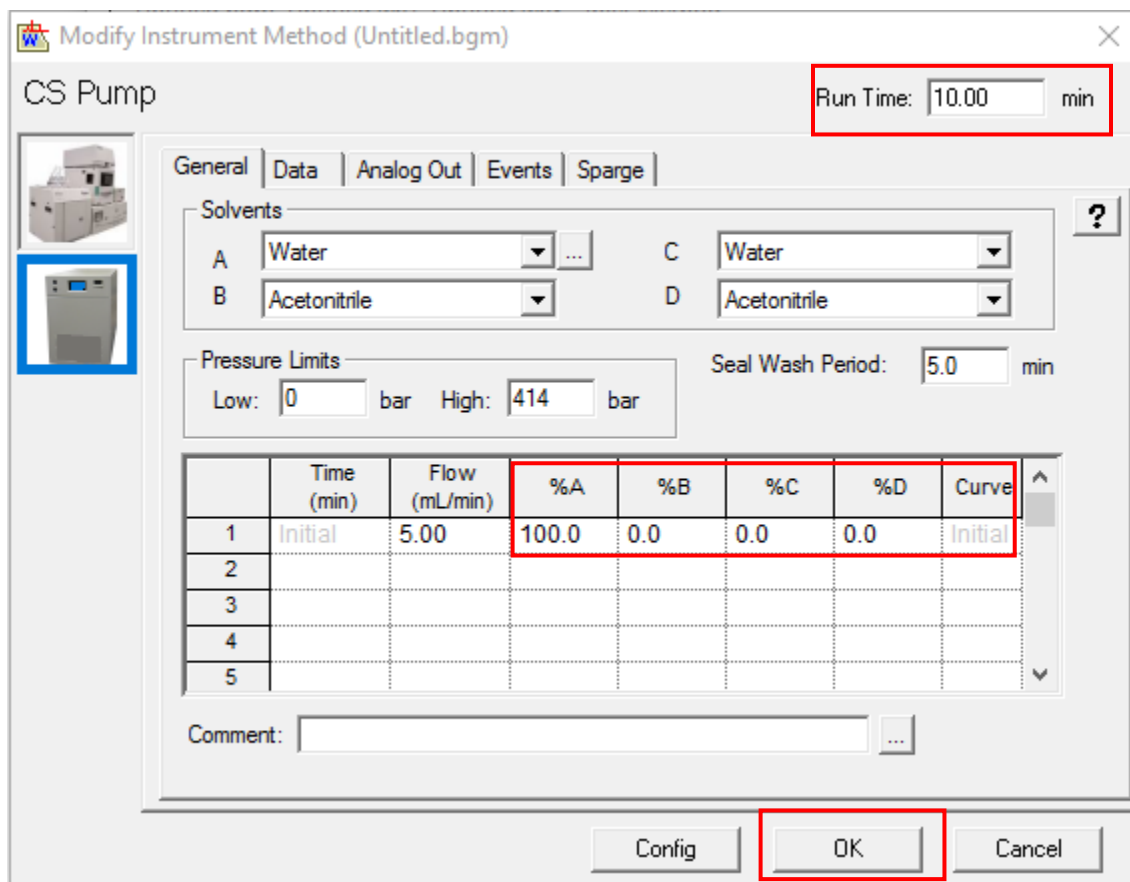

图6-23
- 设置CS Pump: 输入Run Time (与Chromatographic Pump设置的梯度时间一致)、Flow无需设置; 选择A/B/C/D溶剂 (100%), 点击OK(图6-23)。